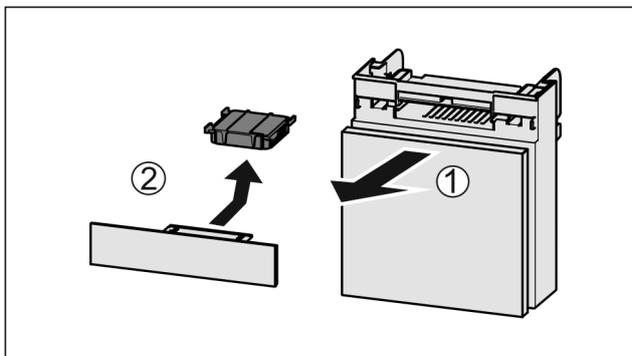

Fig. 176
- ▶ Fach nach vorne herausziehen *Fig. 176 (1)*.
- ▶ Aktivkohlefilter entnehmen *Fig. 176 (2)*.